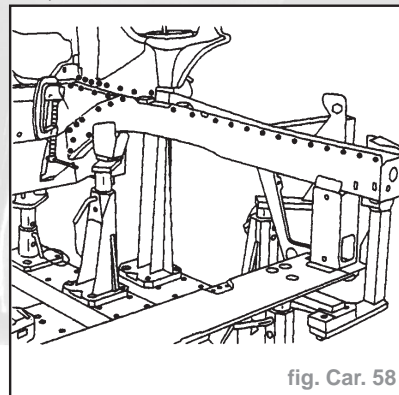

fig. Car. 58
- Souder par points électriques (fig. Car. 58).